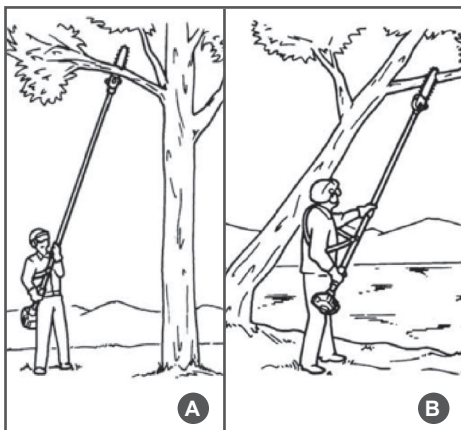

Рис. 10 Положение оператора при работе
2. При обрезке сучьев на вертикально стоящем дереве, рекомендуется рабочее положение высотореза под углом примерно 60° по отношению к дереву (Рис.10А). При обрезке сучьев на наклонно стоящем дереве располагайтесь всегда по направлению наклону дерева (рис.10В).